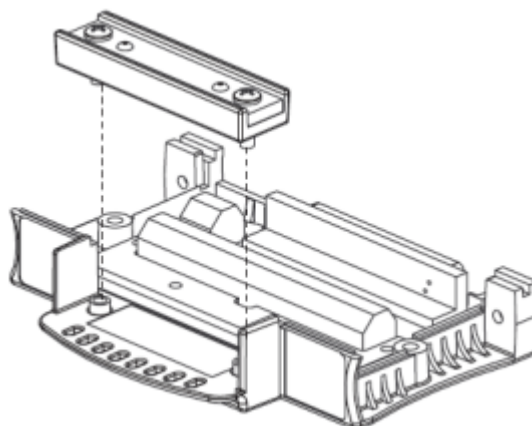

Figura 65.- Instalando una barra sujetadora de cable
- Usando un destornillador tipo Phillips número 2, instale la barra como se muestra en la Figura 65.